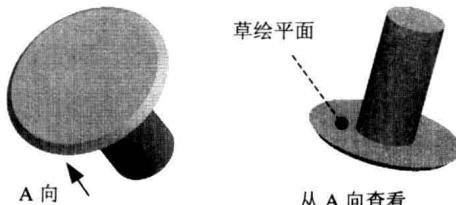
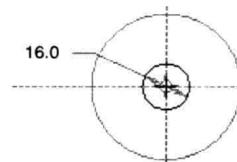

图 1.5 拉伸特征 1
图 1.6 截面草图
(4) 定义旋转角度。在操控板中选取旋转类型为 (即草绘平面以指定的角度值旋转)，再在角度文本框中键入角度值 360.0，并按回车键。
(5) 预览特征。在操控板中，单击“预览”按钮 ，可预览所创建的旋转特征。
(6) 完成特征。在操控板中单击“完成”按钮 ，则完成特征的创建。
Step3. 添加图 1.5 所示的拉伸特征 1。选择下拉菜单 **插入(I)** → **拉伸(E)** 命令，选择图 1.5 所示的模型表面作为草绘平面，接受默认的参照平面，参照方向为 ；绘制图 1.6 所示的特征截面，深度类型为 ，深度值为 35.0。